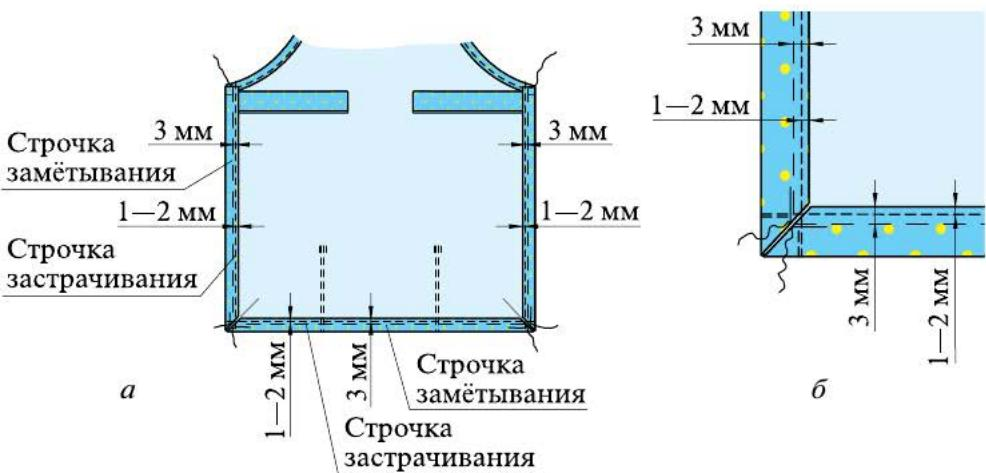

Рис. 6.55. Застрчивание нижнего и боковых срезов нижней части фартука
4. Заметайте до конца боковые припуски на расстоянии 3 мм от сгиба (вместе с деталями пояса) (рис. 6.55). **Застро- чите** припуски (вместе с деталями пояса) на расстоянии 1–2 мм от сгиба (шов вподгибку с закрытым срезом). Снача-